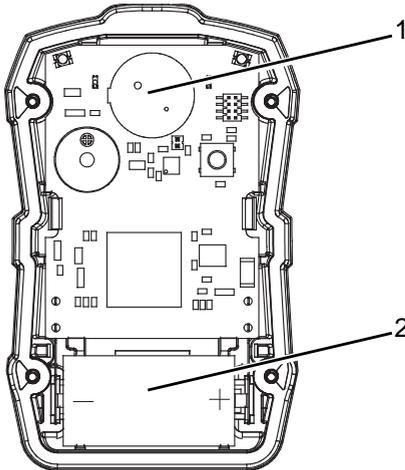

Bild 14 Sensor- und Batteriewechsel
- (1) Sicherstellen, dass das Gerät ausgeschaltet ist.
- (2) Die vier Gehäuseschrauben lösen und entfernen und das vordere Gehäuseteil abnehmen, um Zugang zum Sensor zu erhalten (im oberen Teil des Geräts in der Nähe der Alarm-LEDs → Abbildung 14).
- (3) Den Sensor sorgfältig herausnehmen und ordnungsgemäß entsorgen.